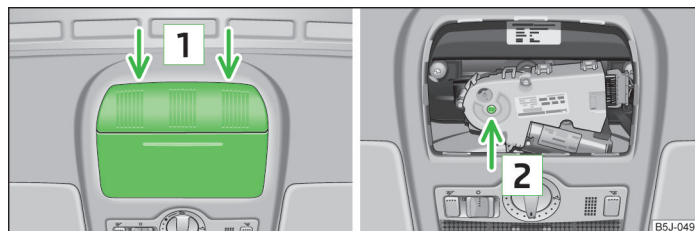

Abb. 22 Ansatzpunkt des Schraubendrehers / Öffnung zum Ansetzen des Schlüssels
- Einen etwa 5 mm breiten Schraubendreher vorsichtig in den Schlitz an den mit Pfeilen gekennzeichneten Stellen  » Abb. 22 einsetzen.